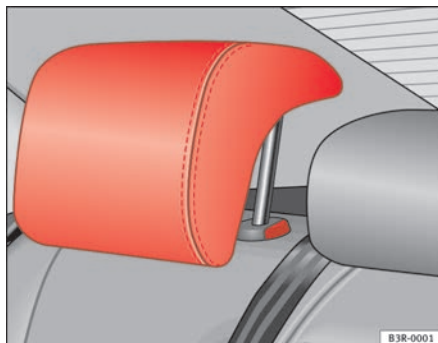

Abb. 5 Kopfstütze in Gebrauchsstellung
- Zwei **Gebrauchsstellungen** ⇒ Abb. 5. In diesen Positionen verhält sich die Kopfstütze wie eine konventionelle Kopfstütze, und schützt die hinteren Insassen in Verbindung mit dem Sicherheitsgurt.